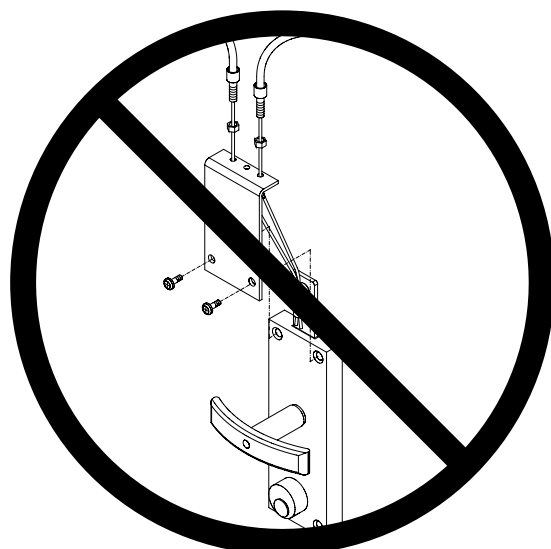

fig. 18
NOTA: SI SCONSIGLIA FORTEMENTE L'INSTALLAZIONE DI AMBEDUE GLI SBLOCCHI ESTERNI SULLA STESSA MANIGLIA (vedi fig. 18).
HINWEIS: Wir empfehlen nachdrücklich die Montage von beiden äusseren ENTriEgelungen auf ein- und DEMSELBEN Griff (siehe Abb. 18).
N.B.: NEVER INSTALL BOTH RELEASE DEVICES ON THE SAME HANDLE (see fig. 18).
N.B. : Nous déconseillons vivement l'installation des deux déblocages extérieurs sur la même poignée (voir fig. 18).
NOTA: SE DESACONSEJA ABSOLUTAMENTE INSTALAR AMBOS DESBLOQUEOS EXTERIORES EN LA MISMA MANIJA (Véase fig. 18).